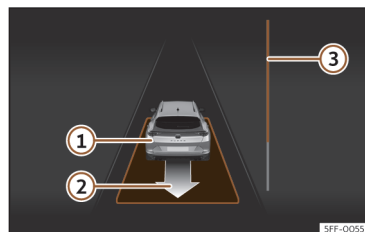

Fig. 153 En la pantalla del cuadro de instrumentos: desaparcarse de un hueco en línea.
● Retroceda hasta que suene la señal continua del ParkPilot; **O BIEN:** dé marcha atrás hasta que en la pantalla del cuadro de instrumentos aparezca la indicación de dar marcha adelante. La barra de progreso >>> **fig. 153** **③** indica la distancia que hay que recorrer.